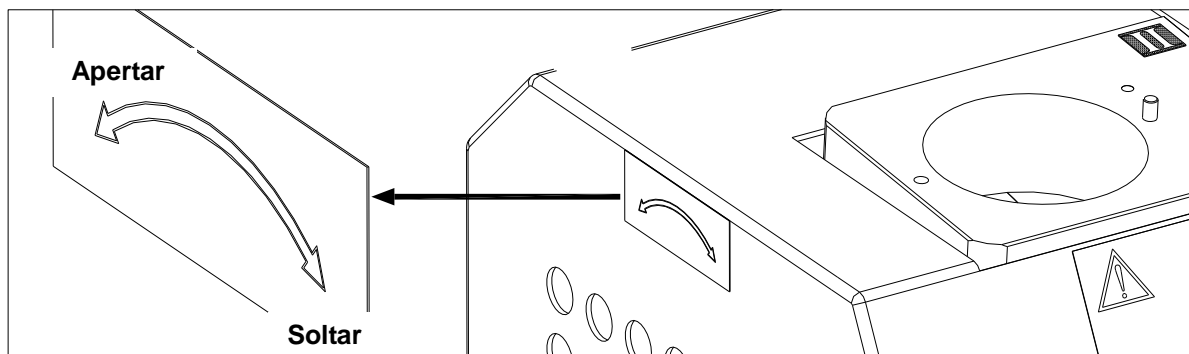

Fig. 22
- 2) Verifique a direção de desmontagem do rebolo antes de substituir o rebolo direito. **(Fig. 22)**